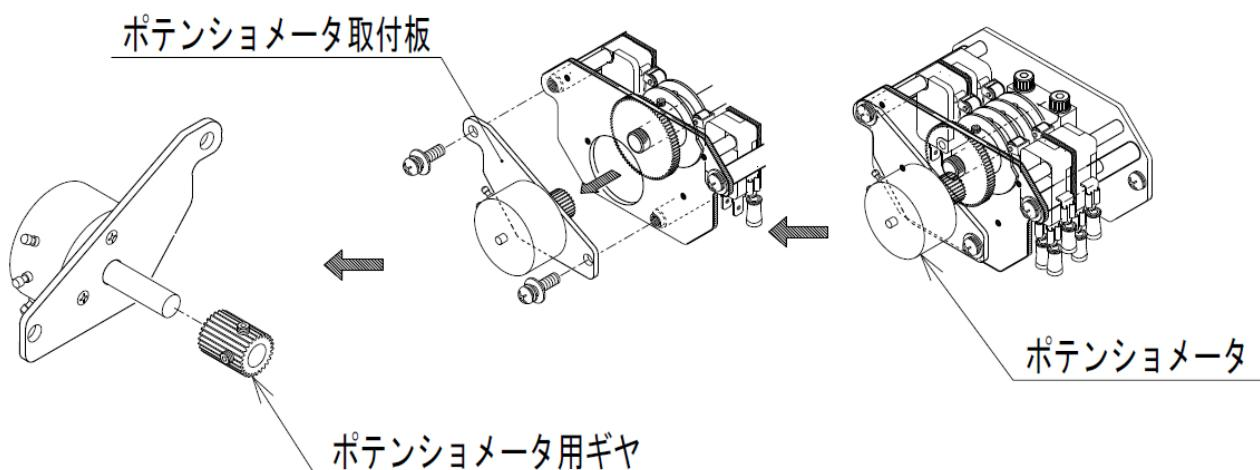

図9：ポテンショメータの取り外し
(1) ポテンショメータの交換要領（制御動作C形、巻線抵抗形ポテンショメータ 135Ω の場合）
- ①コントロールモータを電動動作で全閉位置とし電源を遮断します。
- ②コントロールモータのスイッチカバーを外します。
- ③端子箱カバーを外し、端子BM, RM, WMに接続されている外部配線を解線します。
- ④端子RM-WM間にテスタ（抵抗レンジ）をあて抵抗値を測定、記録します。
- ⑤ポテンショメータ本体の3端子に接続されているリード線色と端子番号を記録します。
- ⑥ポテンショメータの端子付近からリード線を切断します。
- ⑦ポテンショメータ取付板を取り外します。（図9参照）
- ⑧ポテンショメータに付いているギヤを取り外し、ポテンショメータを取付板から取り外します。